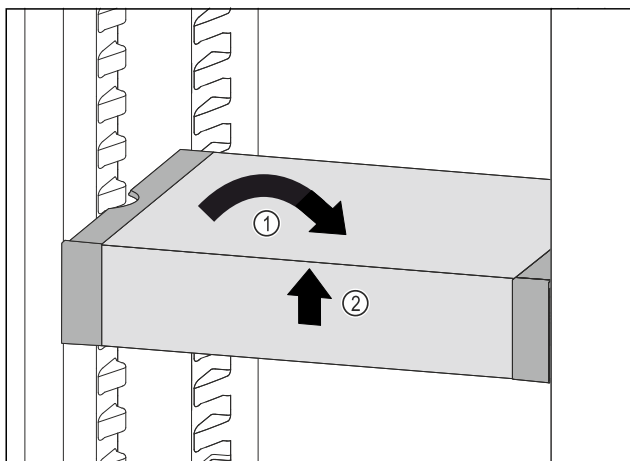

Fig. 86
- VarioSafe recht zetten. Fig. 86 (1)
- VarioSafe aan voorkant optillen. Fig. 86 (2)